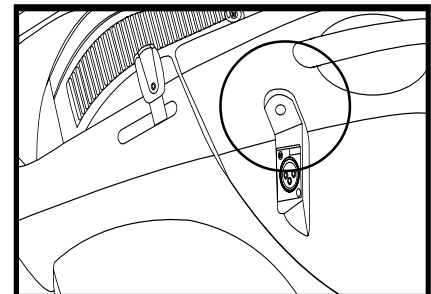

Figure 8. Charger Power Cord Receptacle
4. Assurez-vous que le chargeur soit éteint. En position 'OFF'. **Voir la figure 8.**